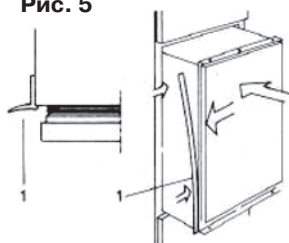

Рис. 6
- вставьте холодильник в колонну, слегка смещая его к стороне, противоположной петлям, и задвигая его в нишу, пока расстояние между прибором и передней панелью колонны не составит 45 мм (рис. 6);